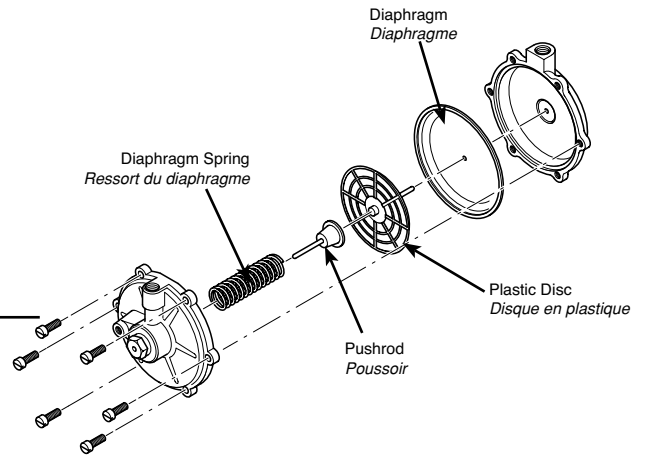

Fig. 34
8.9 DHW Pressure Differential Valve (Fig. 34)
8.9 Pressostat différentiel de l'eau chaude sanitaire (Fig.34)